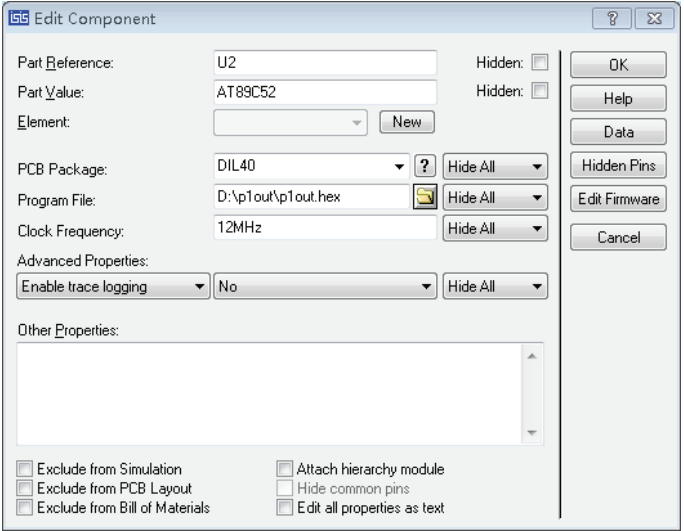

图 1.35 Proteus 单片机属性对话框
(3) 信号测量电路设计和仿真
① 单击对象选择按钮“P”，添加以下元件：RES（电阻）、7404（非门）、AT89C51（单片机）、74HC138（译码器）、7SEG\_MPX6\_CA\_BLUE（数码管）和 CLOCK（待测信号源）。
② 单击左边第一个       按钮，在元件列表中选择 GROUND、POWER（电源和地）。
③ 按照电路图连接好元件；选择单片机 AT89S51，用鼠标左键（注意不是右键，此处容易弄反）单击，弹出对话框如图 1.35 所示，在“Program File”选项后面加载 Keil 软件生成的\*.HEX 机器代码文件，单击“OK”按钮即可。
④ 运行仿真，得到测试结果。